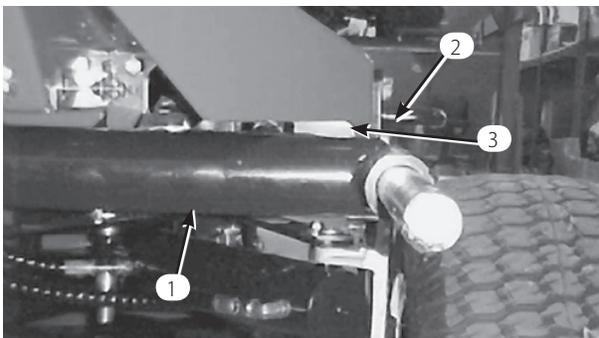
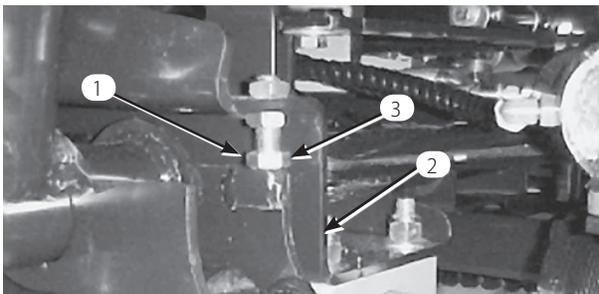
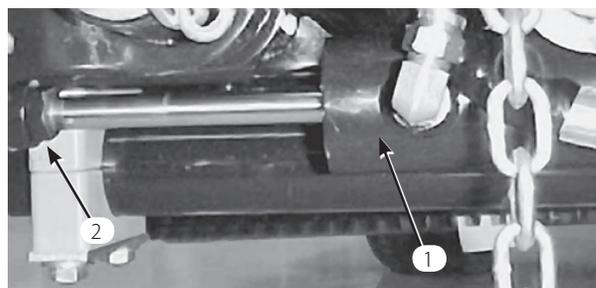
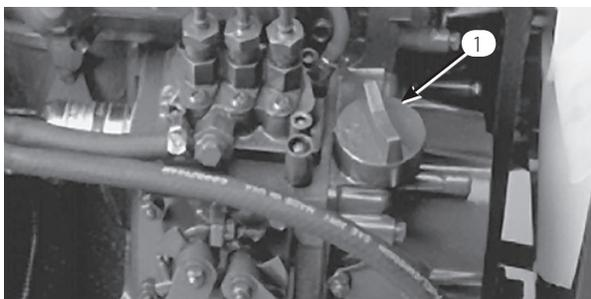

図6
図7
図8
図 12
1. エンジンを始動し、デッキを上昇させ、各昇降アームとフロア・プレート・ブラケットの間のすきまが 5~8 mm であることを確認する (図6)。この値が 5~8mmの間でない場合は、ストップボルト (図7) を戻し、シリンダ (図12) を調整して隙間を作る。シリンダの調整は、シリンダ (図8) についているジャムナットを戻し、ロッドの端部からピンを抜いてクレビスを回転させて行う。調整が終わったらピンを取り付けて隙間の大きさを確認し、必要に応じて再調整する。クレビスのジャム・ナットを締める。
2. 各昇降アームとストップボルトとの隙間 (図7) が 0.13 ~1.02 mmの間にあるかどうか点検する。この範囲になればストップボルトを調整する。
3. 不足していれば補給口キャップ (図12) をとり、ディップスティックの Full 位置まで少量ずつオイルを補給する。補給中、ディップスティックで何度か油量を確認しながら入れること。